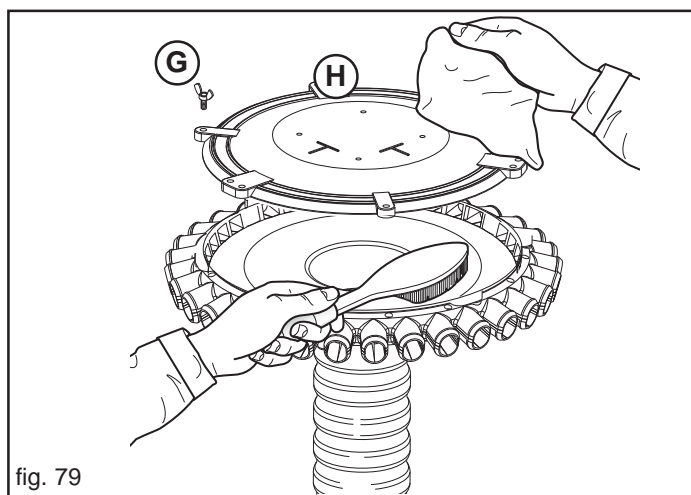
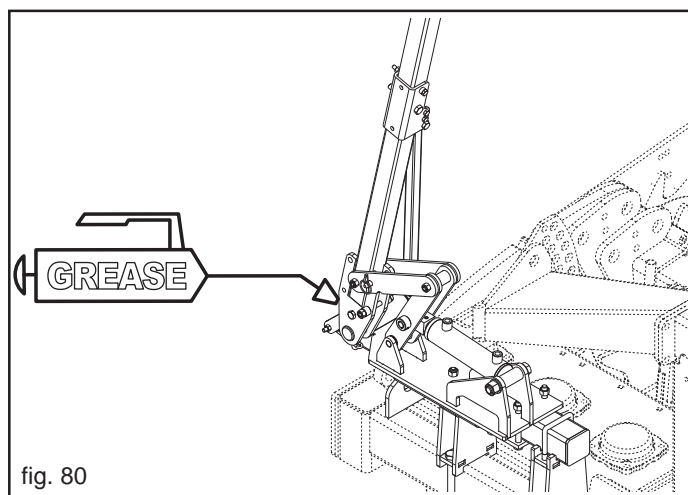
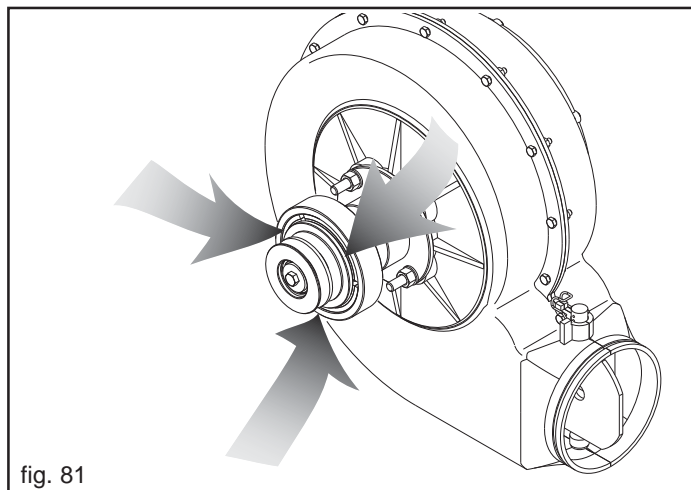

fig. 79
fig. 80
fig. 81
<p>CADA 50 HORAS DE TRABAJO</p>	<ul style="list-style-type: none"> - Efectuar una limpieza cuidadosa y completa del cuerpo del dosificador (véase cap. 3.4). - Limpie completa y cuidadosamente el cabezal de distribución (Fig. 79): <ul style="list-style-type: none"> • Afloje y extraiga las tuercas de mariposa (G); • Quite la tapa del distribuidor (H); • Limpie con un cepillo las partes de metal y con un paño, las de plástico; • Vuelva a montar la tapa y fíjela con las tuercas de mariposa. - Engrasar el perno del brazo marcador de hileras (Fig. 80). - Limpie con un chorro de aire el embrague del soplador (Fig. 81).